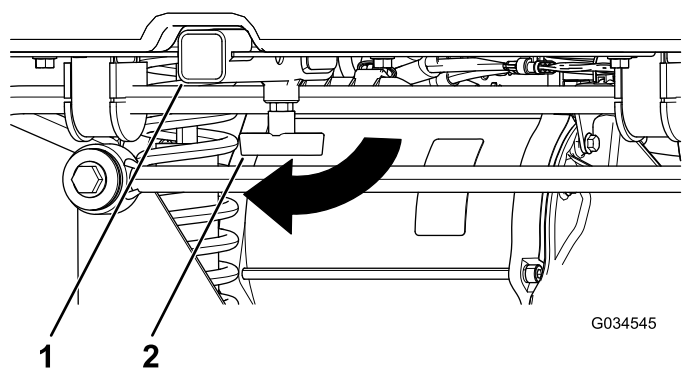

図 15
1. T 字ハンドルを右に回してゆるめる図 15。
2. レシーバのアクセサリを挿入し、奥までしっかりと差し込む 図 15。